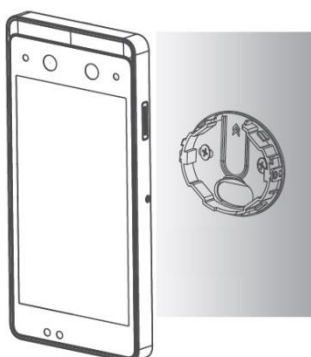

Рисунок 3.4
- 3) Вставьте устройство в заднюю панель (рис. 3.4).